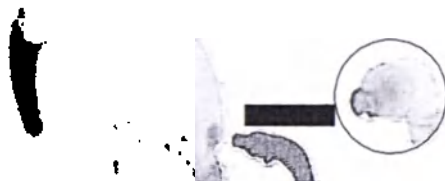

Рис. 28 Подключение SONNET кабеля передатчика к SONNET блоку процессора
6. Другой конец SONNET кабеля передатчика типа D вставьте в SONNET блок процессора, как показано на Рис. 28. Следите за правильным расположением вилки кабеля. Скошенный конец должен смотреть вниз.